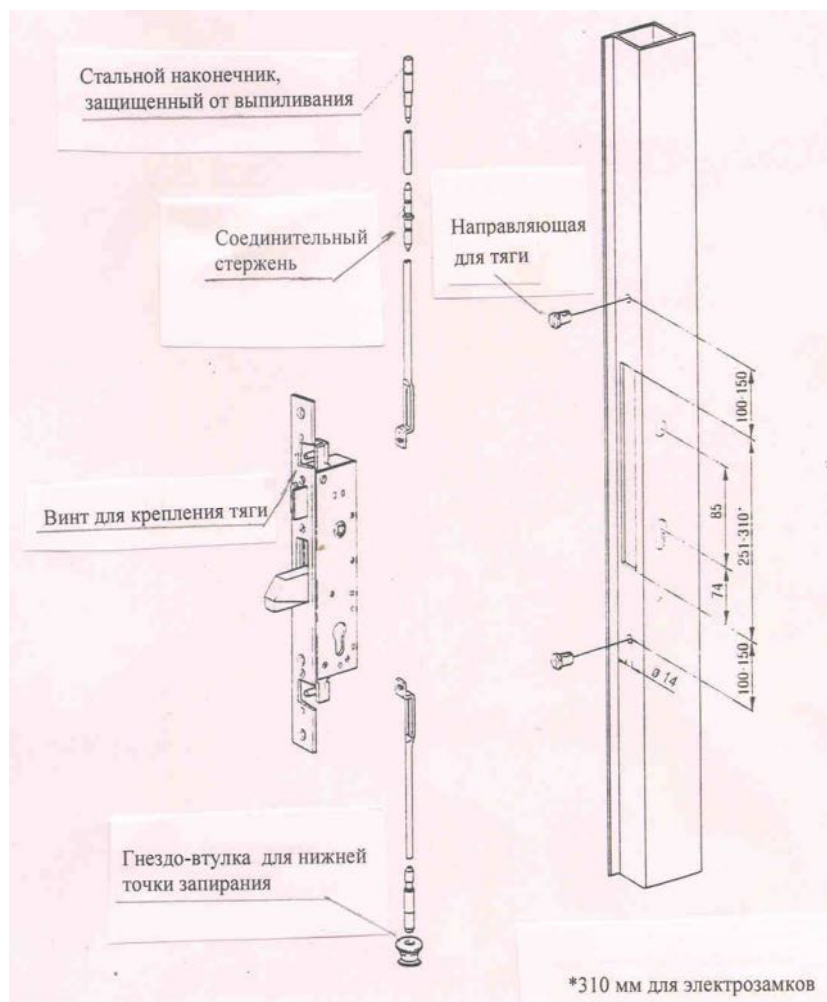

Рис.5
- 1) Сделайте в профиле паз для врезки замка и отверстия для направляющих стержней, см. рис.5